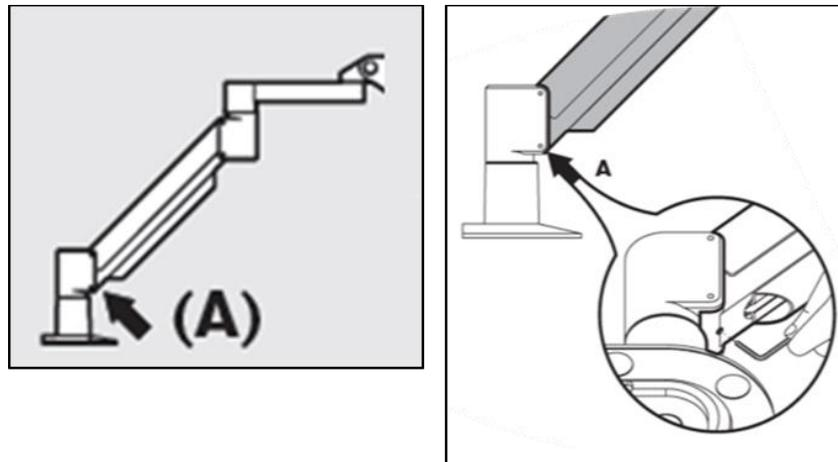

Figure 4-5. Desserrer la vis de réglage de contrepoids A
- Si le bras s'affaisse lentement, relevez-le au maximum de sa plage de mouvements et desserrez la vis de réglage de contrepoids A en la tournant d'au moins un $\frac{1}{2}$ tour. Utilisez une clé Allen 3/32. Voir la figure 4-5.
- Soulevez le bras dans sa position la plus élevée et serrez la vis de réglage de contrepoids A jusqu'au contact, puis serrez de $\frac{1}{2}$ à $\frac{3}{4}$ de tour maximum. Voir la figure 4-5.